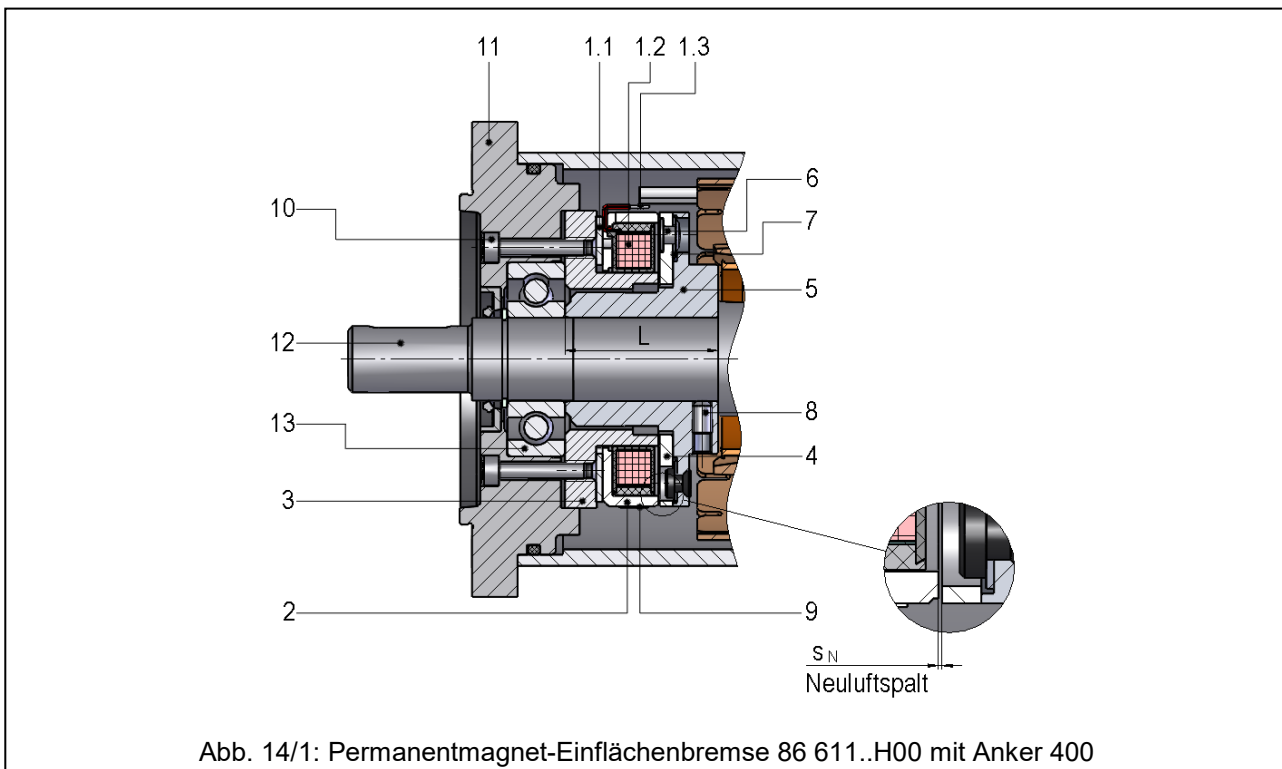

Abb. 14/1: Permanentmagnet-Einflächenbremse 86 611..H00 mit Anker 400
Der Abstand L (siehe Abb. 14/1) zwischen dem Außenring des Kugellagers (13) (Anschlag für Innenring (3) der Bremse) und der Anschlagsschulter der Maschinenwelle (z.B. Motorwelle) (12) (Anschlag für Flanschnabe (5)) ist so zu dimensionieren, dass sich beim Einbau bzw. Montage der Komponente in die Maschine (z.B. Motor), der erforderliche Neuluftspalt s_N (siehe Tab. 37/1, Technische Daten) einstellt.
Bezugszeichenlisten zur Abb. 14/1